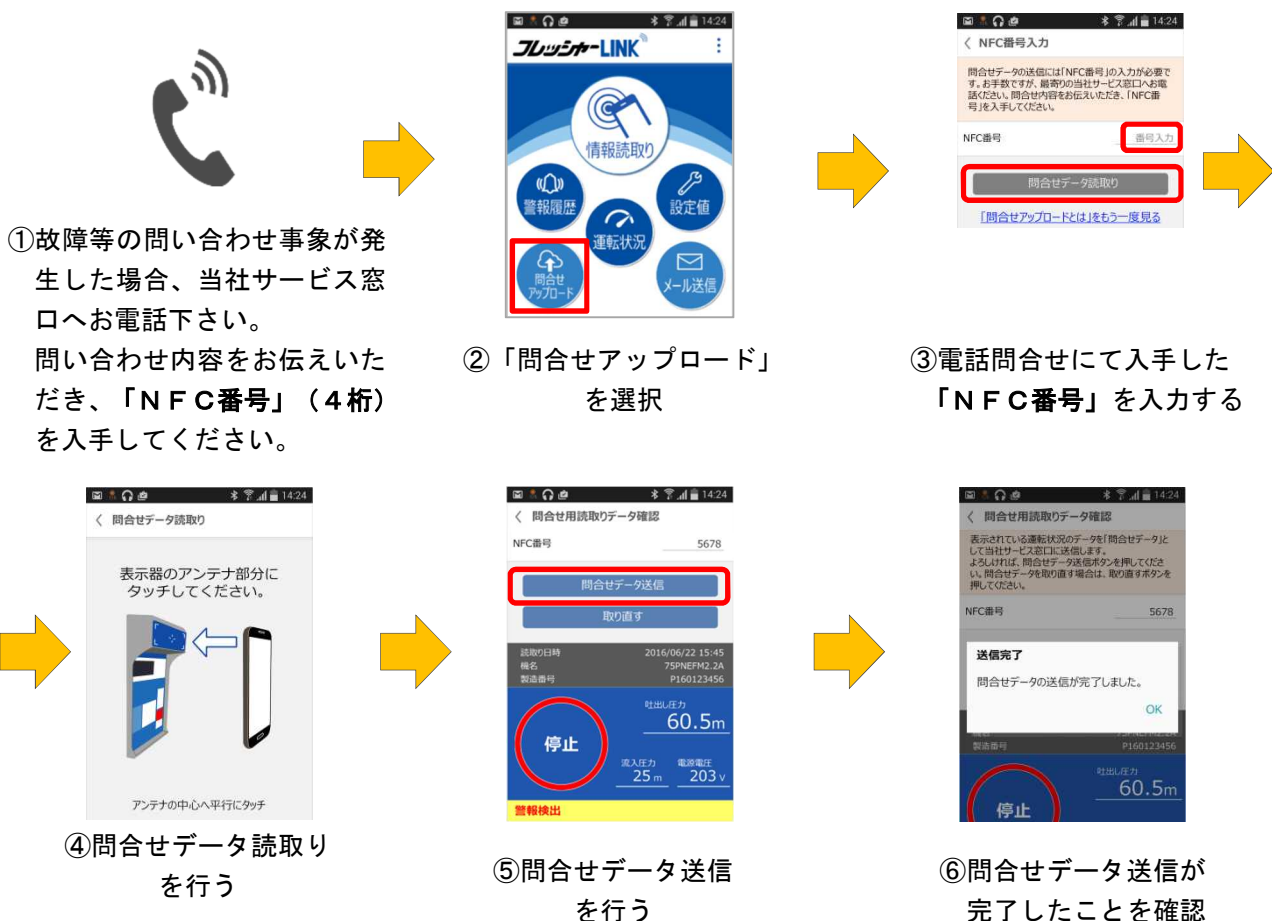

図 6-16 問合せアップロード
問合せアップロードは図 6-16 の①～⑥の手順で行ってください。